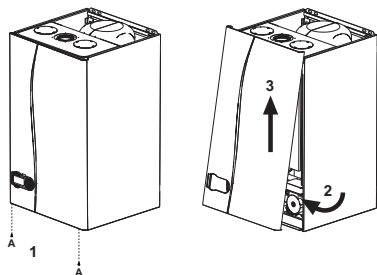

рис. 27 - Демонтаж кожуха
- Отвинтите винты "А" (см. рис. 27).
- Поверните кожух (см. рис. 27).